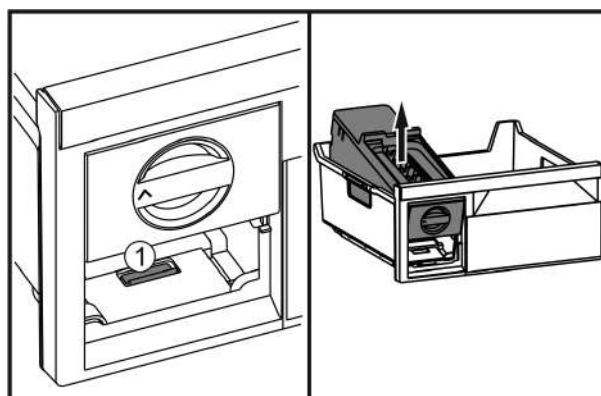

Fig. 40
- ▶ Lasche Fig. 40 (1) drücken, EasyTwist-Ice von hinten anheben und aus dem Gefrierschubfach herausnehmen.